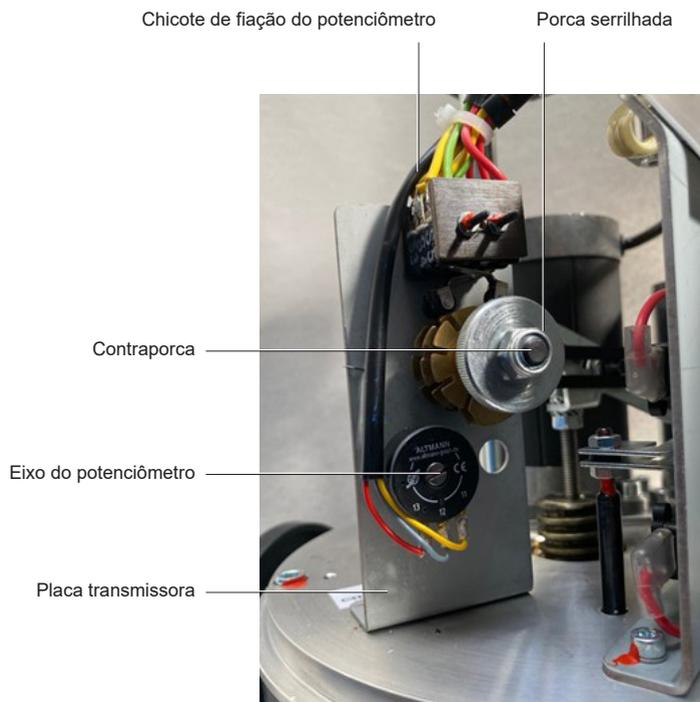

Fig. 12 Instalação e ajuste do potenciômetro (8 kN+)
- Consulte a Fig. 12 Instalação e ajuste do potenciômetro (8 kN) para orientação do produto